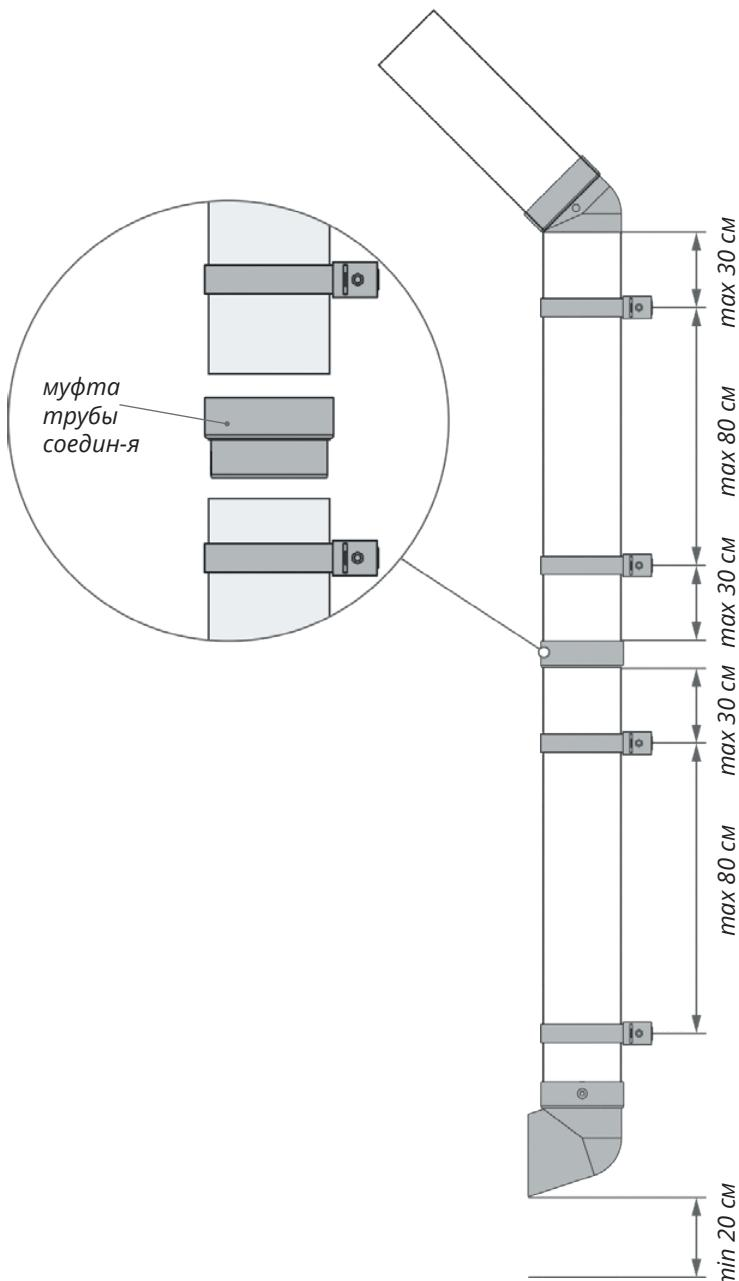

Рисунок 21
На одном отрезке трубы (рис. 21), должно быть смонтировано минимум два хомута. Расстояние между хомутами не должно превышать 80 см друг от друга. Расстояние между хомутом и фитингами трубы (колено 67°, 45°, соединительная муфта, сливное колено и т. д.) не должно превышать 30 см.
- Для соединения двух труб используйте соединительную муфту (рис.21).